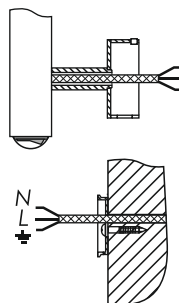

Рис. 5
3.9. Подготовить концы проводов для последующего соединения и зачистить их (рис. 5).